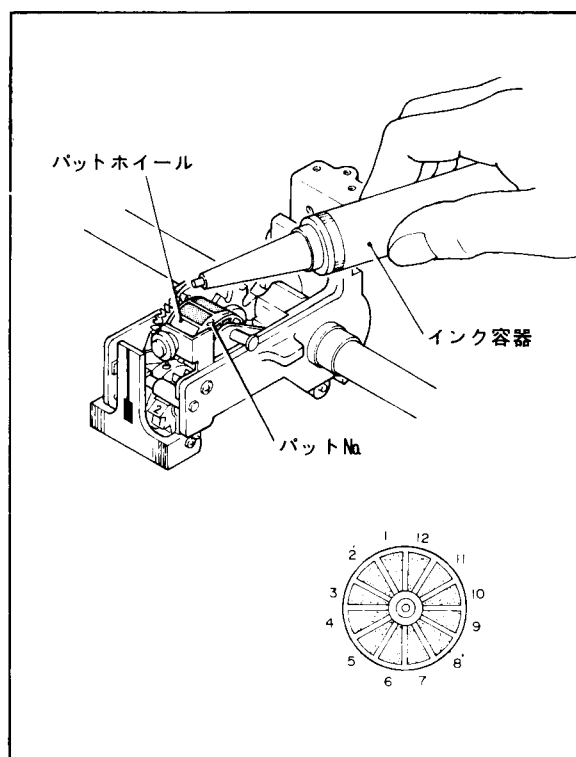

図11-8 インクの注入
(2) 扉を開き内器を引き出します。打点機構にパッドホイールが組み込まれています。
(3) 電源投入 (SUPPLYスイッチをON) し、記録スイッチ (RECORD) がOFFの状態。表11-1に従ってパッドNoとインク容器Noを確認しながら、2か所にインクを注入します (図11-8)。
(4) そして、RECORDスイッチをONにし、2回打点させて再びOFFにし、注入を繰り返します。*